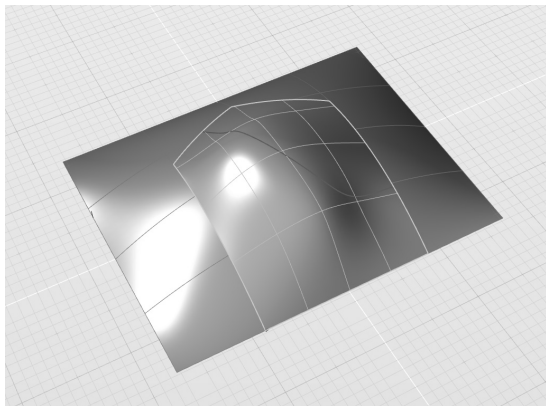

图 4-96 拾取内部融合曲线
3) 保持上一步的“补块”工具仍处于工作状态, 当控制台提示“拾取内部曲线”时, 单击边界内部的另外一条融合曲线, 按〈Enter〉键或空格键确认, 可见补块曲面内部随融合曲线形状更新, 如图 4-96 所示。